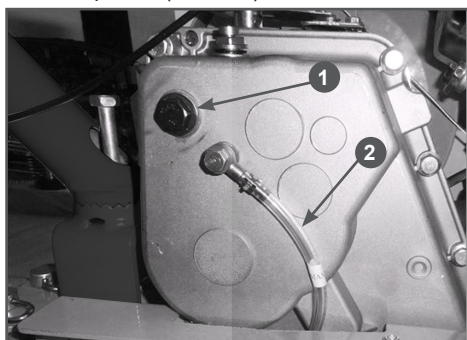

Рис. 23 Заправка масла в коробку передач
3. Открутите пробку 1 маслосазливного отверстия (Рис. 23).
7. Контролируйте уровень масла в коробке передач с помощью специальной трубки 2 (Рис. 23). Уровень масла в коробке передач должен быть по верхнюю метку «MAX» на трубке. Долейте масло до требуемого уровня.